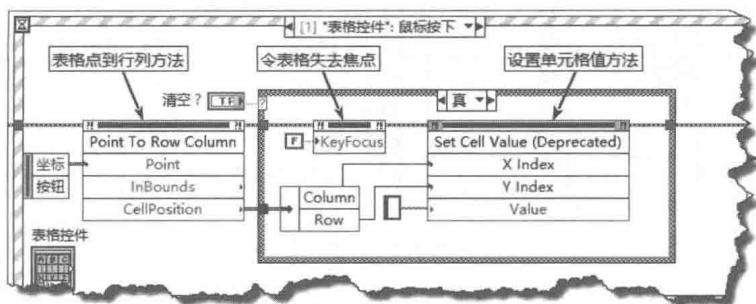

图 7-22 “设置单元格值”方法
7) 下面的例子演示了“设置单元格值”方法,如图 7-22 所示。通过属性节点,使单元格失去焦点,此时才可以使用“设置单元格值”方法。通过布尔控件选择是否清空单元格,如果选择“清空”,则清空单元格,否则单元格处于编辑状态。